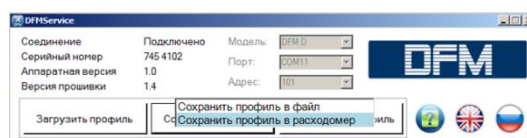

Рисунок 23 — Сохранение профиля DFM i
**2) Сохранение профиля.** Для сохранения результатов изменения профиля DFM i в **Горизонтальном меню** нажмите кнопку . Предлагаются следующие варианты сохранения профиля (см. рисунок 23):